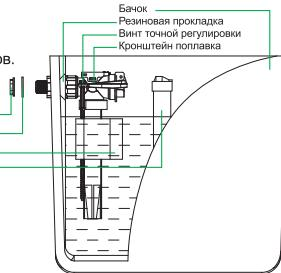

Рис. 1
3. Проверьте, чтобы поплавок свободно перемещался и не задевал стены бачка (рис. 1).
- Уровень воды соответствует верхнему краю поплавка (рис. 1), он должен быть на 2–4 см ниже трубы перелива воды.**